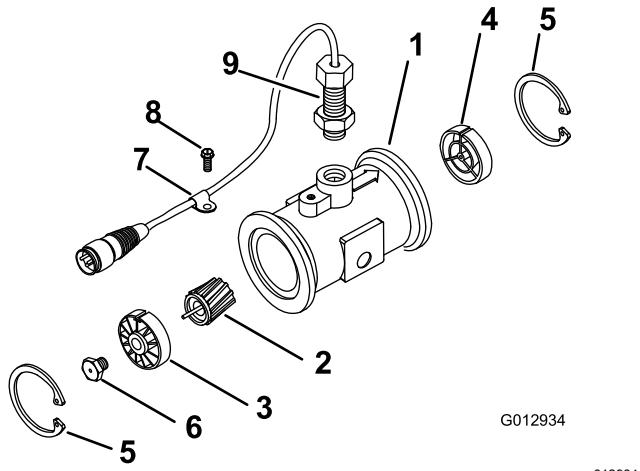

Figura 22
- Retire o anel de retenção do lado superior (Figura 22).